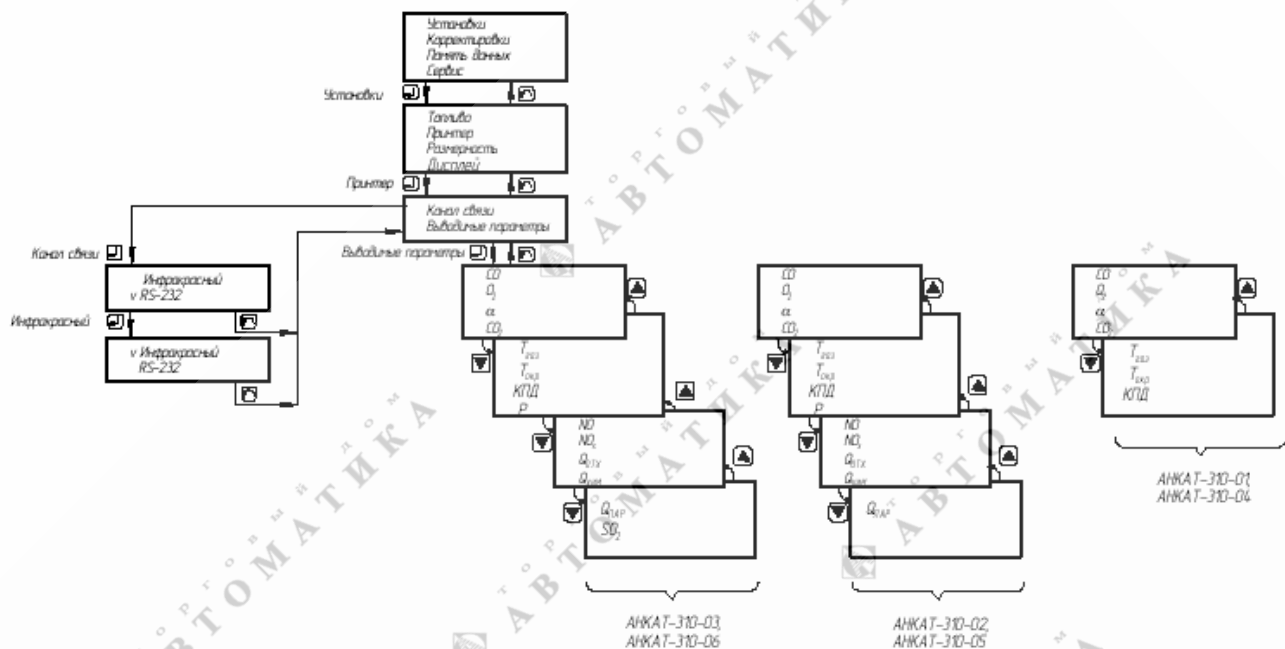

Рисунок 2.15 – Установка канала связи с принтером и выводимые на печать параметры
«УСТАНОВКИ→ПРИНТЕР→КАНАЛ СВЯЗИ» (рисунок 2.15). На ЖК-индикаторе появится сообщение
2.4.9.2 Для установки выводимых на печать параметров необходимо выбрать пункт меню «УСТАНОВКИ→ПРИНТЕР→ВЫВОДИМЫЕ ПАРАМЕТРЫ» (рисунок 2.15), после чего на ЖК-индикаторе выдается перечень измеряемых, вычисляемых параметров и коэффициентов. При последующей распечатке на принтер будут выведены параметры, отмеченные в перечне «галочкой». Для установки «галочки» необходимо с помощью кнопок «», «» выбрать требуемый параметр (строка мерцает) и нажать кнопку «».